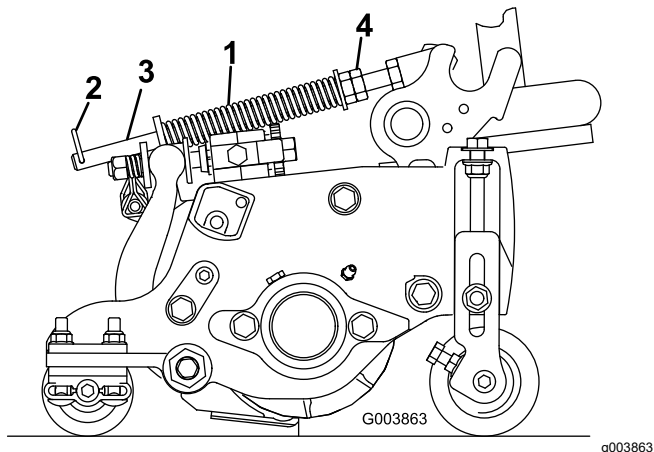

Figura 21
La molla di compensazione per il manto erboso (Figura 21) trasferisce inoltre il peso dal rullo anteriore a quello posteriore, per contribuire a ridurre l'ondulazione del manto erboso, detta anche fluttuazione o bobbing.
1. Verificate che la coppiglia sia montata nel foro posteriore dell'asta della molla (Figura 21).
2. Serrate i dadi esagonali sul lato anteriore dell'asta della molla, finché la lunghezza compressa della molla non è di 15,9 cm; fate riferimento a Figura 21.